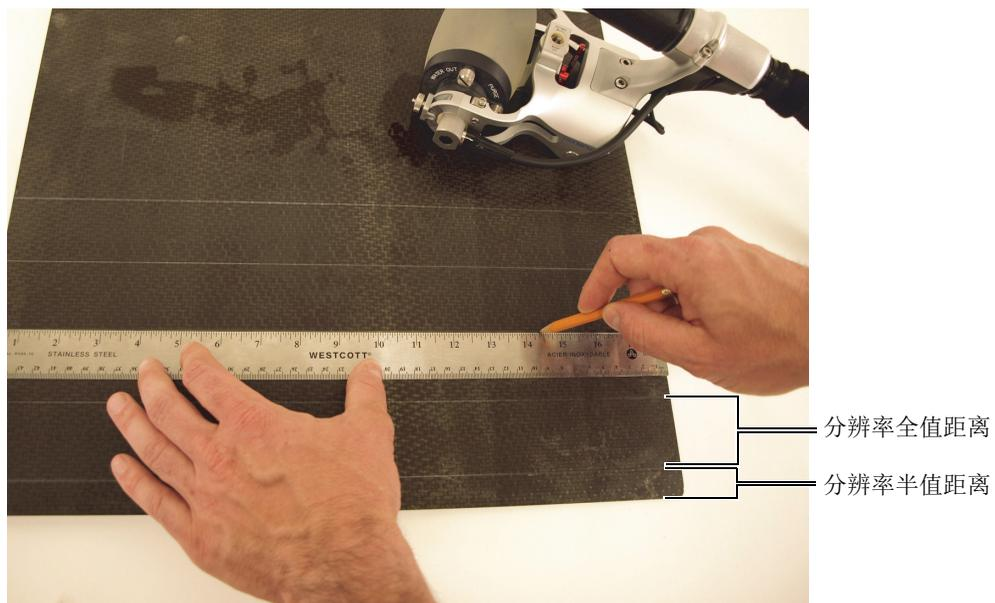

图 4-9 在被测表面上划平行线
3. 在被测表面上, 使用分辨率值划出平行的导引线 (参见第62页的图 4-9)。